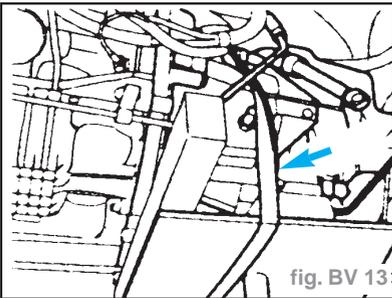

fig. BV 13
- Bloquer la boîte de vitesses avec un collier de fixation et la caler à l'aide du cric pour transmission (fig. BV 13).
- Bloquer la boîte de vitesses avec un collier de fixation et la mettre en position de montage et la mettre en position de montage à l'aide du cric pour transmission (fig. BV 13).
- Positionner le cric pour transmission sous la boîte de vitesses et attacher la boîte de vitesses à l'aide de cales et de la sangle de maintien (fig. BV 13).